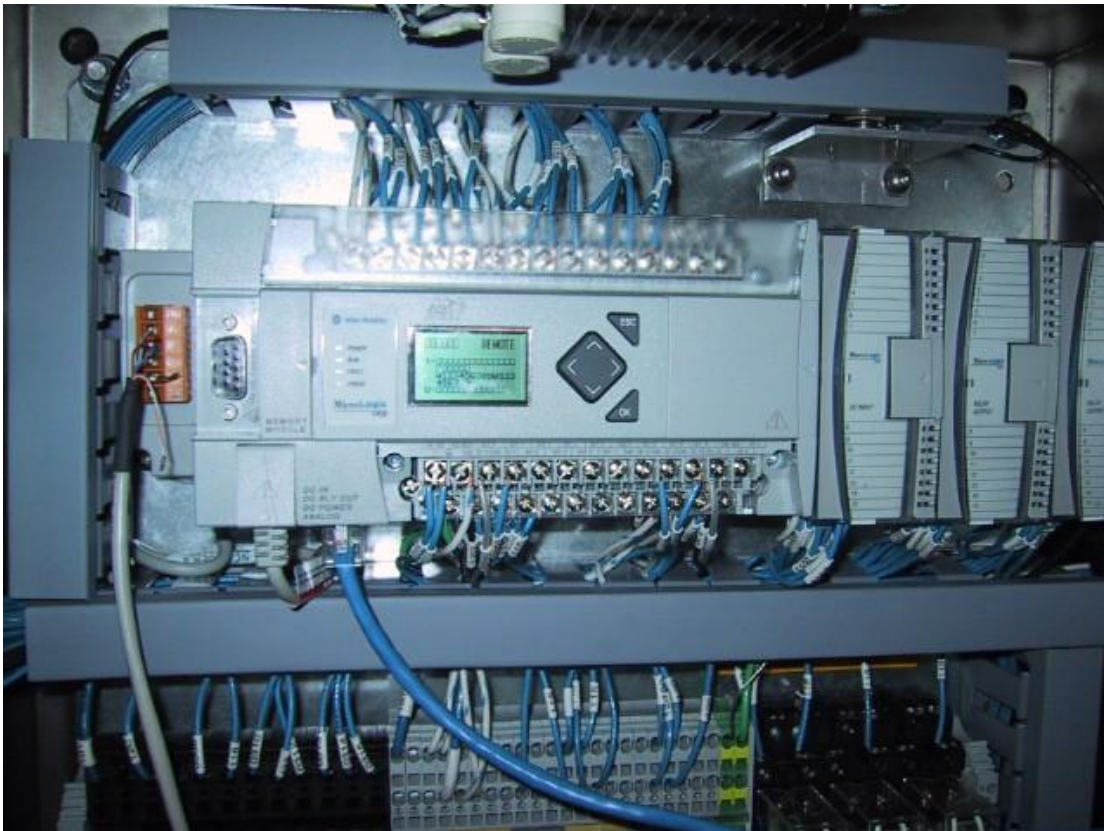

FIGURE 14 - PLC Module Replacement
9.17.6 PLC Module Replacement (FIGURE 14)